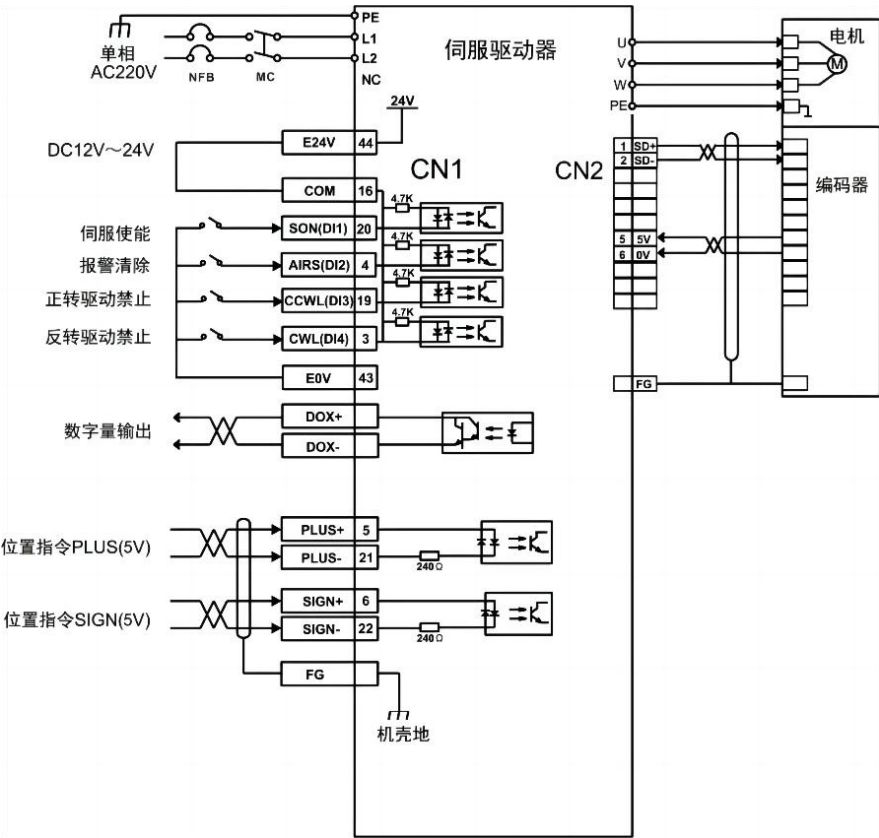

图 5.2 位置模式接线图
- 3) 参考图5.2配线说明连接CN1端子中的脉冲方向输入和脉冲指令输入以及所需的DI/DO信号，如伺服使能，报警清除，定位完成信号等。